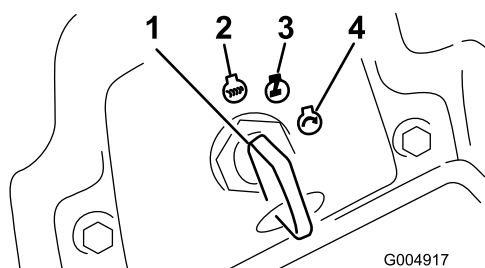

Figura 16
6. Girate la chiave di accensione in senso orario, in posizione di marcia (Figura 16).
3. Girate la chiave di accensione in posizione Off (Figura 16). Attendete che tutte le parti in movimento si siano fermate, prima di lasciare il posto di guida.